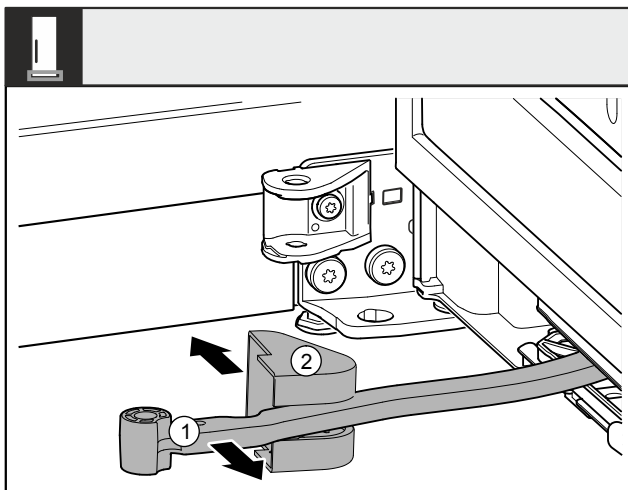

Fig. 10
- ▶ Otočte kloub Fig. 10 (1) směrem ke dveřím.
- ▶ Odstraňte kryt stojanu ložiska Fig. 10 (2).